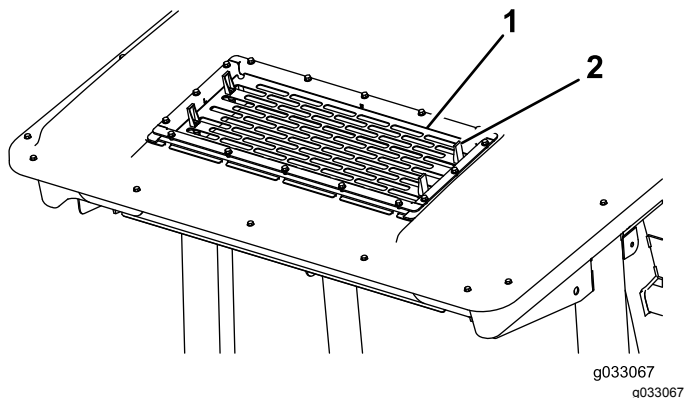

図 53
2. エアコン用スクリーンのタブ4個 図 53を外してスクリーンを取り外す。